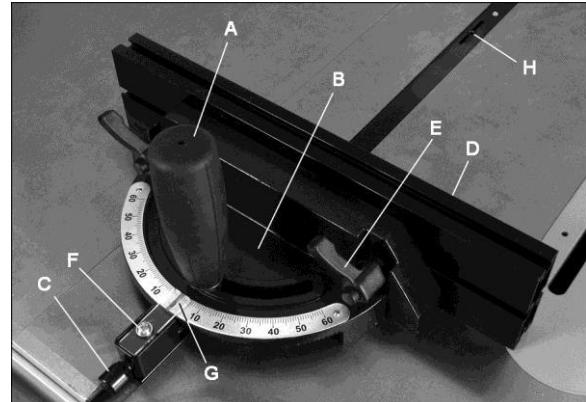

Рис. 15
Рис. 15 и 16.
2. Ослабьте стопорную ручку (A, рис. 15), поворачивая против часовой стрелки.
3. Вытащите подпружиненную ручку (C) и поворачивайте её, пока корпус (B) упора для пиления под углом не станет под требуемым углом, обозначенным на шкале.
4. Затяните стопорную ручку (A).
Выдвижную пластину (D, рис. 15) можно отрегулировать путем перемещения вправо или влево, или полностью убрав.
У линейки упора для пиления под углом есть два паза с установочными винтами (H, рис.15). Отрегулируйте установочные винты (4-мм шестигранным ключом), чтобы убрать любой зазор между линейкой и пазом для упора.